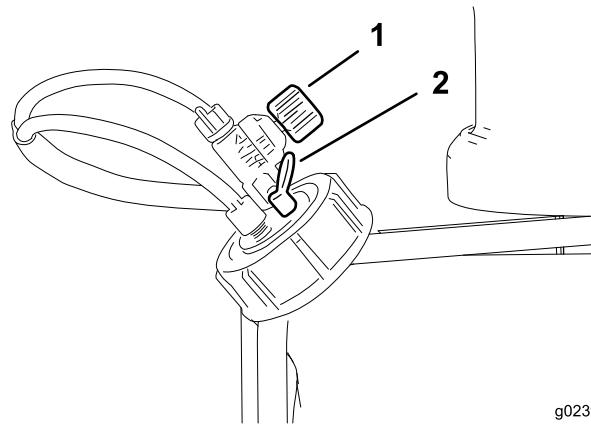

Bild 29
- **SCHAUMREGELVENTIL:** Dieses Ventil steuert die Konsistenz der Schaumlösung. Das Einstellen des Ventils steuert die Seifenlösungsmenge, die an die Schaumdüsen gelangt. Ein Erhöhen des Flusses ergibt größere, häufigere Schaumtropfen; ein Absenken des Flusses ergibt kleinere, nicht so häufige Schaumtropfen (Bild 29).
- **DRUCKBEGRENZUNGSVENTIL:** Ziehen Sie die rote Nase am Behälterdeckel nach außen, um den Druck im Behälter abzulassen (Bild 29).